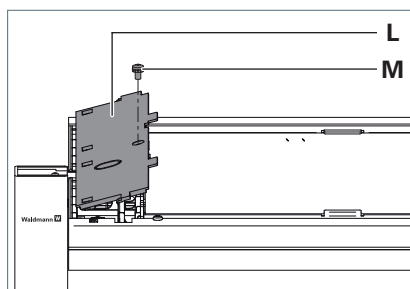

Fig. 7: Monter le recouvrement.
- Placez le recouvrement **L** avec les crochets sur la face inférieure du recouvrement dans les œillets sur la tête du luminaire et appuyez fermement sur le recouvrement, voir Fig. 7.